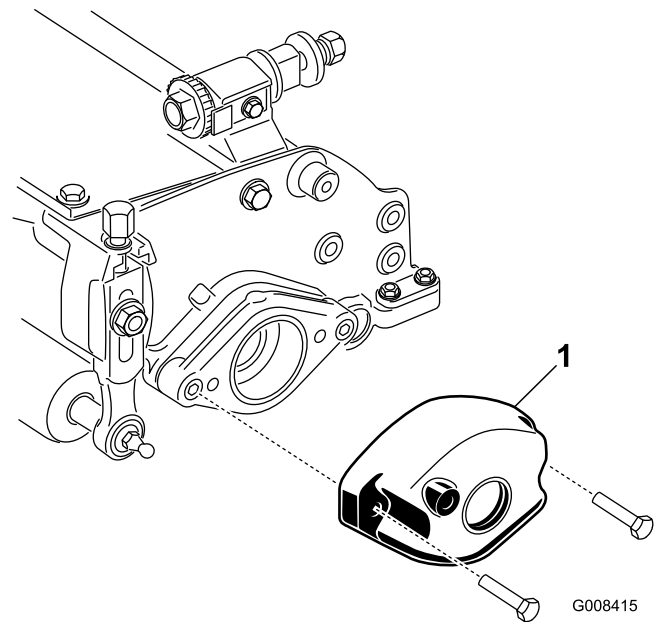

Figura 2
5. Retire los 2 pernos y las 2 tuercas que sujetan el contrapeso al extremo izquierdo de la unidad de corte, y retire el contrapeso (Figura 2).